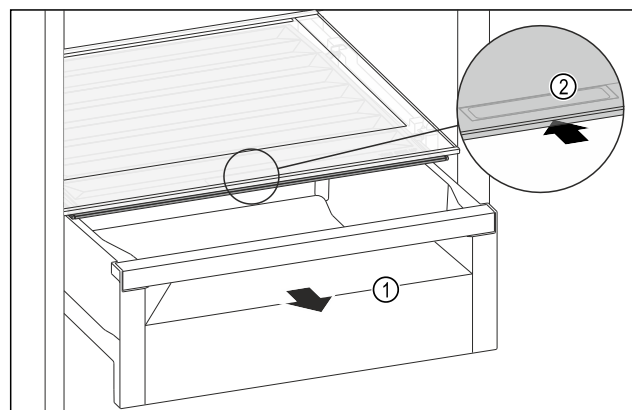

Fig. 64
- Zásuvku Fig. 64 (1) vytáhněte.
- Uchopte prohlubeň pro rukojeť Fig. 64 (2) na víku zásuvky a současně zasuňte víko zásuvky směrem dozadu.